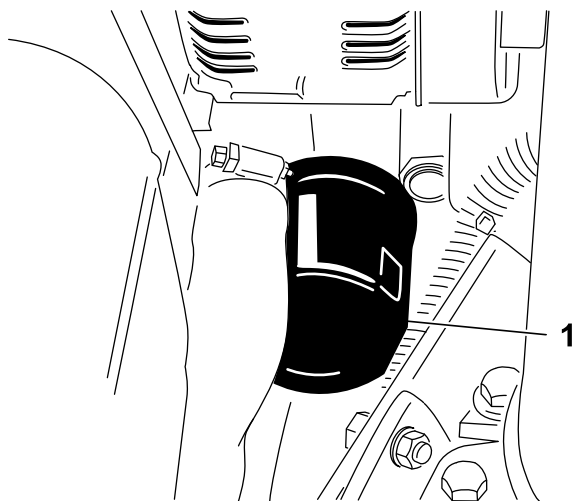

**Figure 58**
- Enlevez un bouchon de vidange (Figure 58) et laissez couler l'huile dans un bac de vidange. Remettez le bouchon en place lorsque la vidange est terminée.